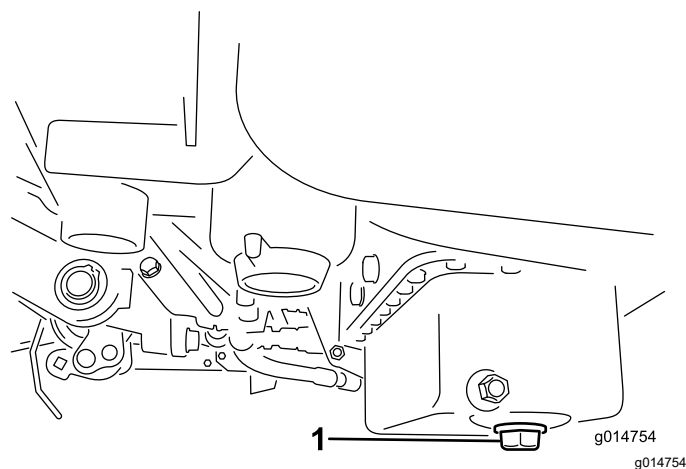

Figura 34
1. Retire o tampão de escoamento e deixe o óleo escorrer para um recipiente adequado. Quando o óleo parar, volte a montar o tampão de escoamento (Figura 34).